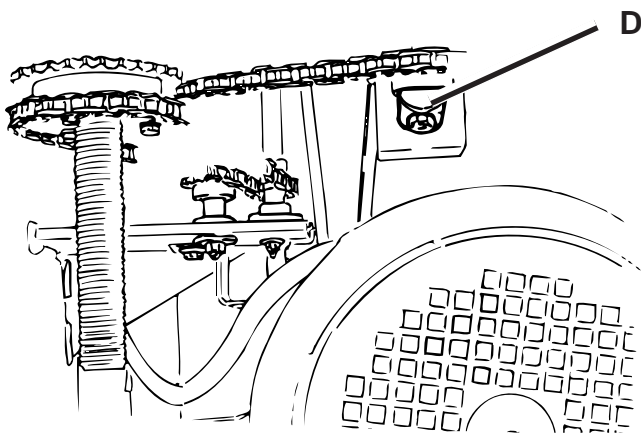

Fig. 4.1.1
Ripristinare il corretto tensionamento della catena solo quando risulta fuori allineamento per allungamento. Allentare la vite D fig.4.1.1 e premere con pressione di 8-10 Kg sul perno tendicatena, indi serrare energicamente la vite D.
Tighten the chain only if it has slacken. Loosen the screw (D, fig. 4.1.1). Apply a pressure of 8-10 kg on the chain tightener pin. After doing this, fully tighten the screw (D).
Restablecer el correcto tensionamiento de la cadena solo cuando se encuentra desalineada por alargamiento. Aflojar el tornillo D fig. 4.1.1 y oprimir con una presión de 8 - 10 kg. sobre el perno tensor de cadenas, entonces apretar enérgicamente el tornillo D.